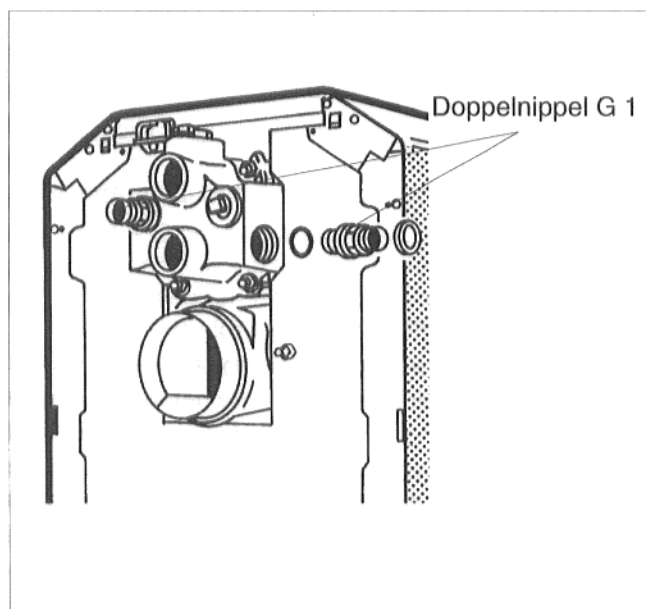

Abb. 6
- Doppelnippel G 1 mit eingelegtem O-Ring in den Vor- und Rücklaufanschluß am Anschlußformstück des Heizkessels eindrehen (Abb. 6).